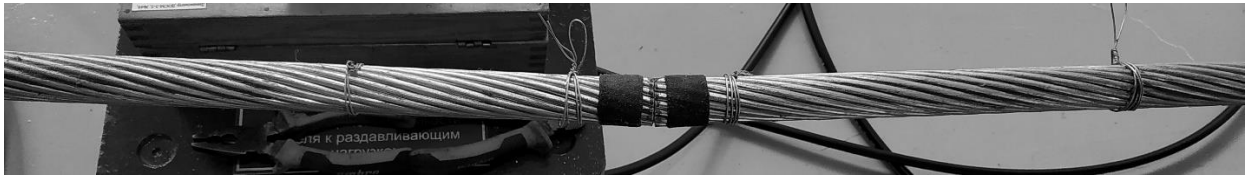

Рис. 2.
2. На расстоянии не более 20–30 мм с обеих сторон от места повреждения (обрыва) проволок повива провода (сердечник провода целый, условно не показан) установить бандажи из тканевой изолянты или тонкой вязальной проволоки (не более 2-х витков) с целью предотвращения их расплетания, предварительно выправив и уложив оборванные проволоки в повив провода (см. рис. 2). Так же можно дополнительно установить на провод (при наличии неплотной конструкции) временные бандажи (2–3 шт.) из тонкой вязальной проволоки (не более 2-х витков) симметрично в обе стороны от места повреждения на расстоянии до 200–300 мм друг от друга.